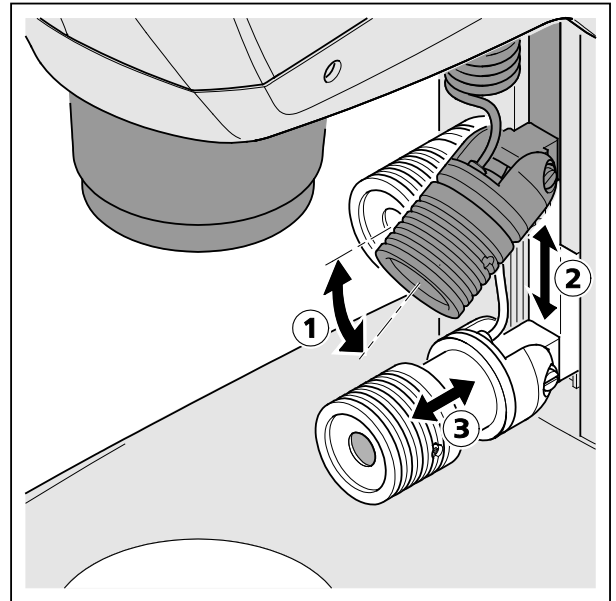

Fig. 21 Ajuste del iluminador Spot
- Desplazar el iluminador Spot en la guía a la altura deseada (Fig. 21/2).
- Ajustar mediante la articulación del iluminador Spot el ángulo (Fig. 21/1) de tal manera que el objeto quede iluminado de forma óptima.
- Al desplazar el elemento de enfoque (Fig. 21/3) axialmente, ajustar el tamaño y la intensidad luminosa del Spot (zoom de iluminación).